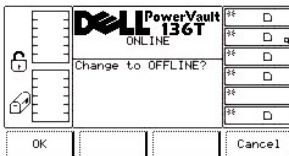

Abbildung 3. Dialogfeld "Offline Confirmation"
- 1 Wenn die Taste unter dem Softkey **Change** gedrückt wird, wird Abbildung 3 angezeigt.